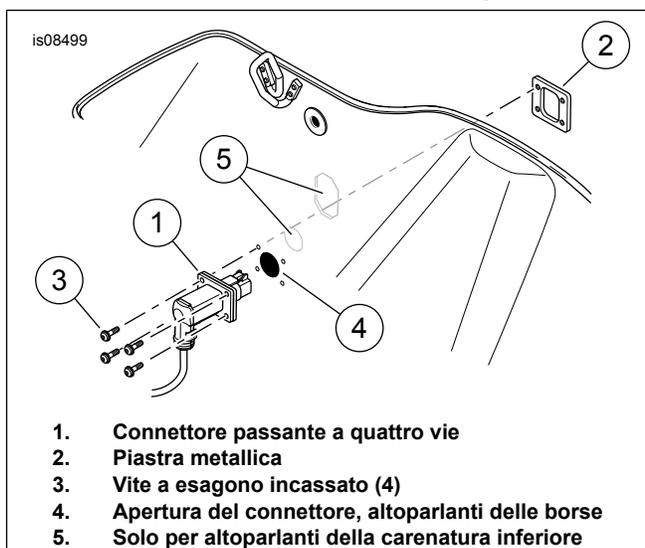

Figura 2. Installazione del connettore del cablaggio a quattro vie
- Vedere Figura 2. Rimuovere la piastra di metallo (2) dal connettore passante a quattro vie (1) sul cablaggio della borsa. inserire il connettore attraverso il foro nella borsa inferiore (4) dall'interno.
- Riposizionare la piastra di metallo facendola scorrere nuovamente sul connettore all'esterno della borsa. Fissare il connettore con quattro viti ad esagono incassato (3) dall'interno della borsa. Serrare.